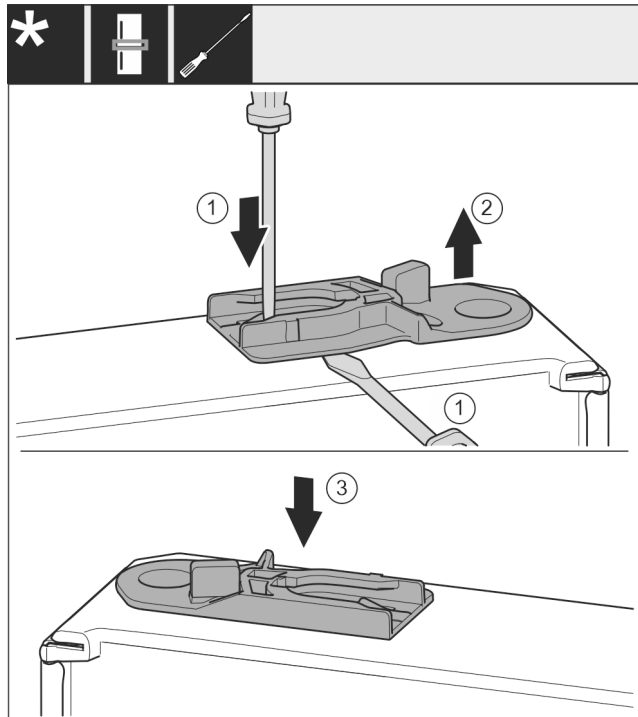

Fig. 53 *
- Retirer la douille de guidage : presser la languette Fig. 53 (1) avec un tournevis plat tout en faisant passer un autre tournevis plat sous la douille de guidage Fig. 53 (2).*
- Insérer la douille de guidage Fig. 53 (3) fournie de l'autre côté du boîtier.*